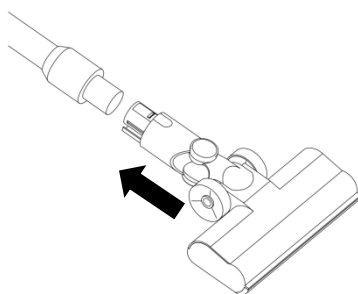

Figura 3
3. Aliniați orificiul de montare de la celălalt capăt al tubului de aluminiu cu poziția de montare a periei, așezați-o vertical în poziția corespunzătoare și veți auzi un clic atunci când este poziționată corect. (Figura 3).